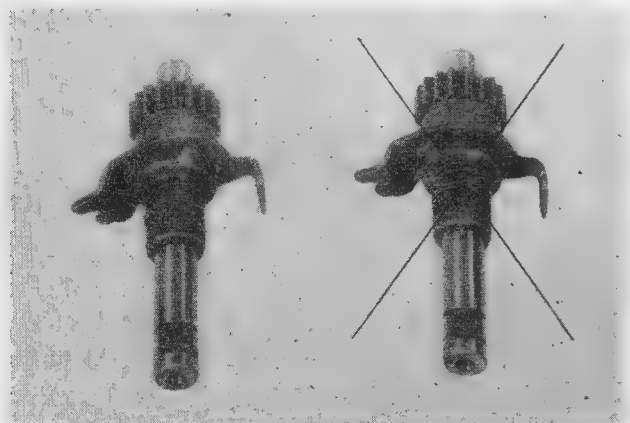

Bild 276. Richtige Montage des Mitnehmers (links)
Die Kickstarterwelle in der Zahlenreihenfolge des Bildes 275 montieren. Den Mitnehmer (3) so aufstecken, wie es im Bild 276 links gezeigt wird. Der rechte Teil des Bildes 276 zeigt eine falsch montierte Kickstarterwelle.